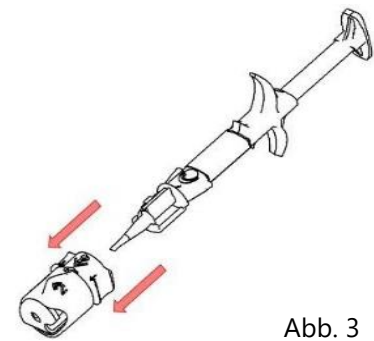

Abb. 3
7. Entfernen Sie den Adapter zusammen mit dem drehbaren Ring, wie mit '4' gekennzeichnet (Abb. 3), ziehen Sie diesen nach vorne ab und entsorgen Sie ihn